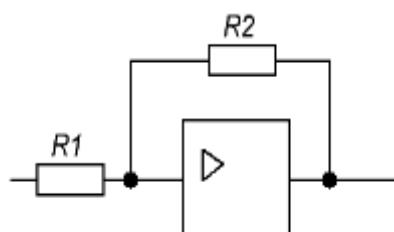

Рис. 2. Триггер Шмитта.
6.1.(2 балла) По какой формуле вычисляется напряжение включения ($U_{\text{вкл}}$) и выключения ($U_{\text{выкл}}$) элемента, если повторитель включить по схеме триггера Шмитта (рис. 2)? Ответ дать в формате 1А2Б на основе вариантов из Таблицы 1, где 1 - это $U_{\text{вкл}}$, 2 - это $U_{\text{выкл}}$.